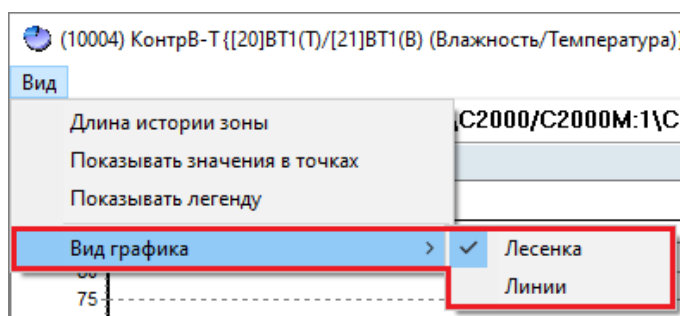

Рисунок 11-62 Меню "Вид графика"
- **Вид графика** – вызов выпадающего меню выбора способа соединения точек на активном графике этого окна графиков, которое состоит из пунктов (см. Рисунок 11-62):